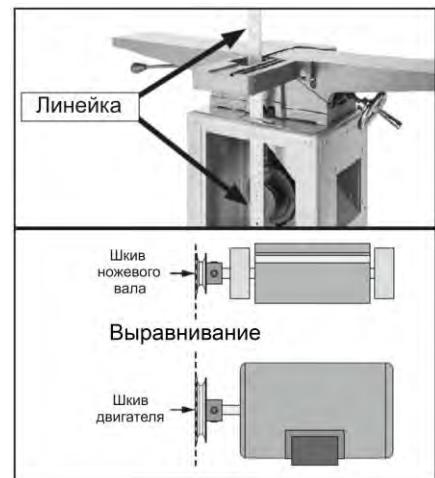
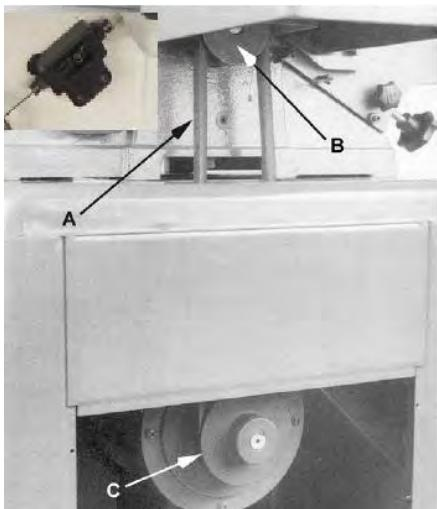
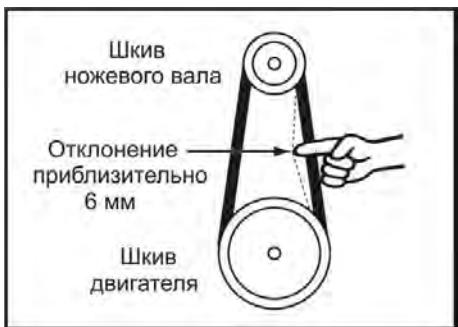

Рис.3
Рис. 4
Рис. 5
См. рис. 3, рис. 4, рис. 5:
- Клиновой ремень натянут правильно, если при нажатии пальцем на ремень на середине расстояния между двумя шкивами ремень отклоняется на 6 мм (Рис. 5). Если ремень сильно ослаблен, ослабьте четыре болта крепления двигателя, надавите на опорную плиту, чтобы натянуть клиновой ремень, и затяните крепежные болты.